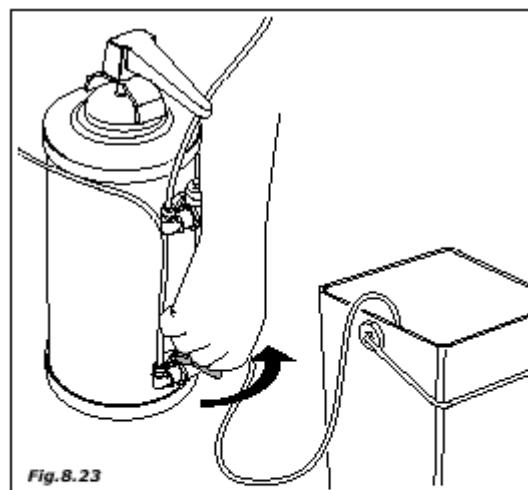

Fig. 8.23
- откройте вентиль (рис. 8.23)